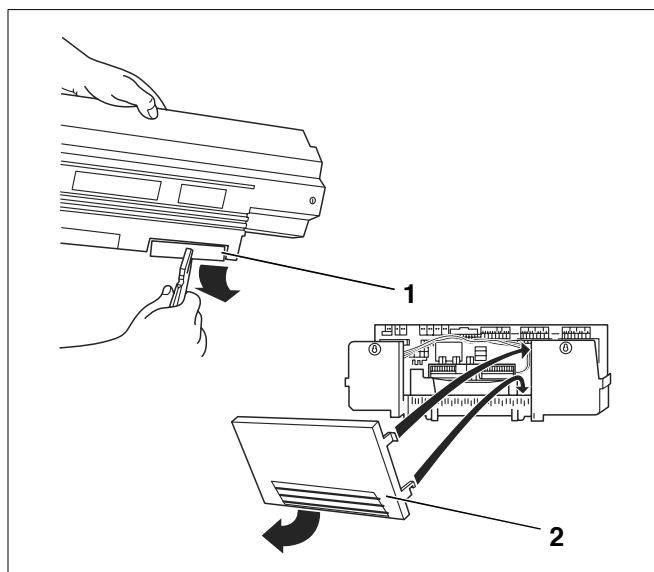

Fig. 28 Pregătirea trecerii cablului
- Dacă este nevoie, rupeți elementul care se rupe (fig. 28, **poz. 1**) din peretele din spate al trecerii pentru cablu (Logamatic 4xxx), respectiv scoateți capacul peretelui din spate (Logamatic 4xxx) (fig. 28, **poz. 2**).